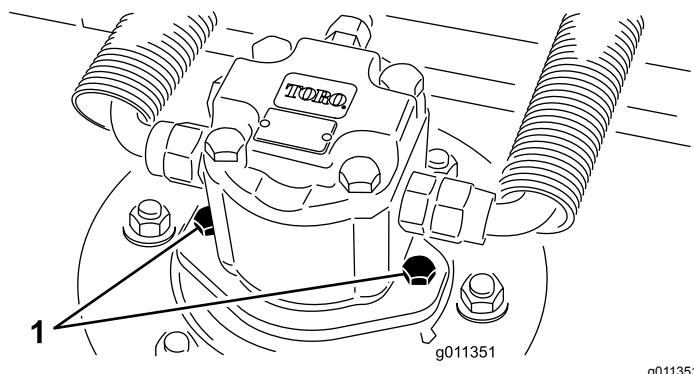

Figura 90
2. Desconecte y retire el motor hidráulico de la unidad de corte (Figura 90). Tape la parte superior del eje para evitar la contaminación.
4. Instale el motor hidráulico en la carcasa (Figura 90). Asegúrese de que la junta tórica está correctamente colocada y que no está dañada.